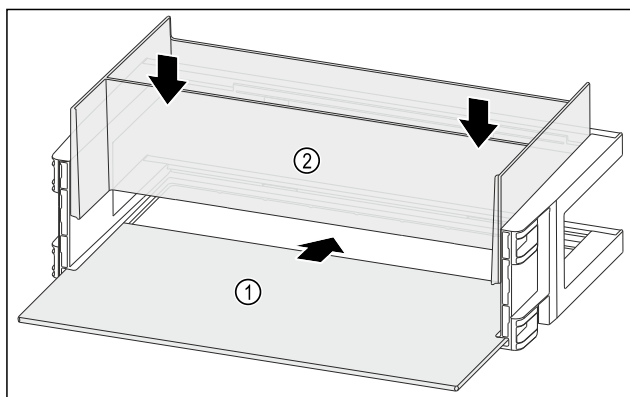

Fig. 135
- ▶ Tolja be a tárolólapot Fig. 135 (1) az oldalsó bemarásokba.
- ▶ Helyezze be a rendszerezőt Fig. 135 (2).